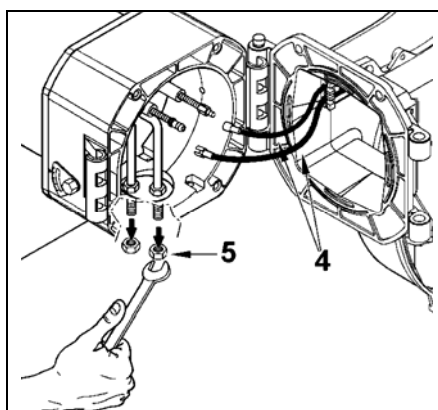

Рис. 2
- 3) После отсоединения кабелей зажигания 4 от их электродов, полностью открутите две стопорные гайки 5 от узла смещения (см. рис. 2).
При закрытии горелки слегка сдвиньте вперед электрическую панель, подтяните оба кабеля зажигания и установите их на свои места 7 (см. рис. 2) таким образом, чтобы они были немного натянуты. В этом случае кабели не будут повреждены вентилятором при работе горелки.